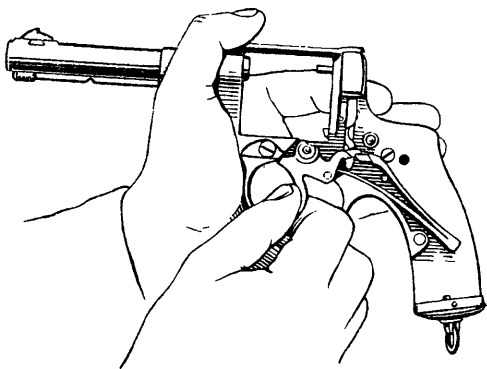

Рис. 35. Как снять спусковой крючок
- 9) снять спусковой крючок с оси (рис. 35);